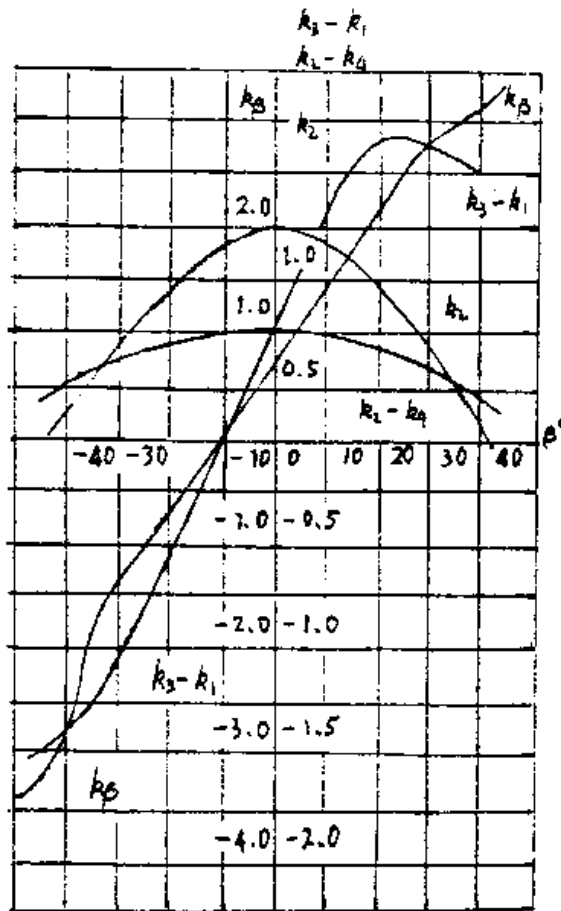

图6 五孔探针校正曲线
在式(8)、(9)、(10)中的 K_β 、 $K_3 - K_1$ 、 $K_2 - K_4$ 、 K_2 都可由风洞标定得出，其典型标定曲线见图6。
按照式 (8) 可查图 6，求得 β 角及各校正值。
查图 6 得 $\beta = 5.9^\circ$, $K_{21} = -0.461$, $K_2 = 0.965$, $K_{24} = 0.129$ 。